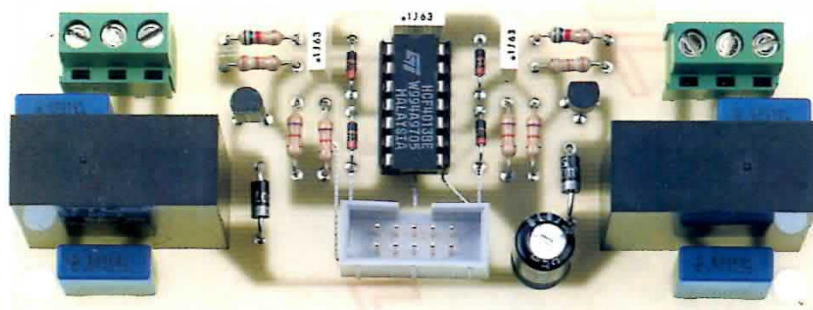

Fig.3 In questa foto è riprodotta la scheda siglata LX.1411 che utilizza 2 relè da 12 Volt.
Fig.3 Come potete notare, sul retro del circuito stampato trova posto il minuscolo modulo DRO, cioè lo stadio oscillatore utilizzato per generare la frequenza dei 10 GHz.
**Fig.1** Se i paletti del vostro recinto sono di legno, potrete fissare su ogni palo due o tre file di filo di ferro zincato senza usare nessun isolatore. Il filo indicato "Uscita Alta Tensione" va collegato al terminale centrale della bobina per auto (vedi fig.3).
Scheda a **2 relè LX.1411** (vedi fig.3) **Euro 14,50**
Fig.3 Foto del circuito del trasmettitore LX.1474 visto dal lato in cui vanno montati i quattro pulsanti utilizzati per eccitare i 2 o 4 relè delle schede LX.1411 e LX.1412.
Fig.3 Nel mobile dello stadio ricevitore visibile qui sopra sono racchiusi due circuiti stampati: lo stadio base siglato LX.1502 ed il piccolo stadio relè siglato LX.1502/B.